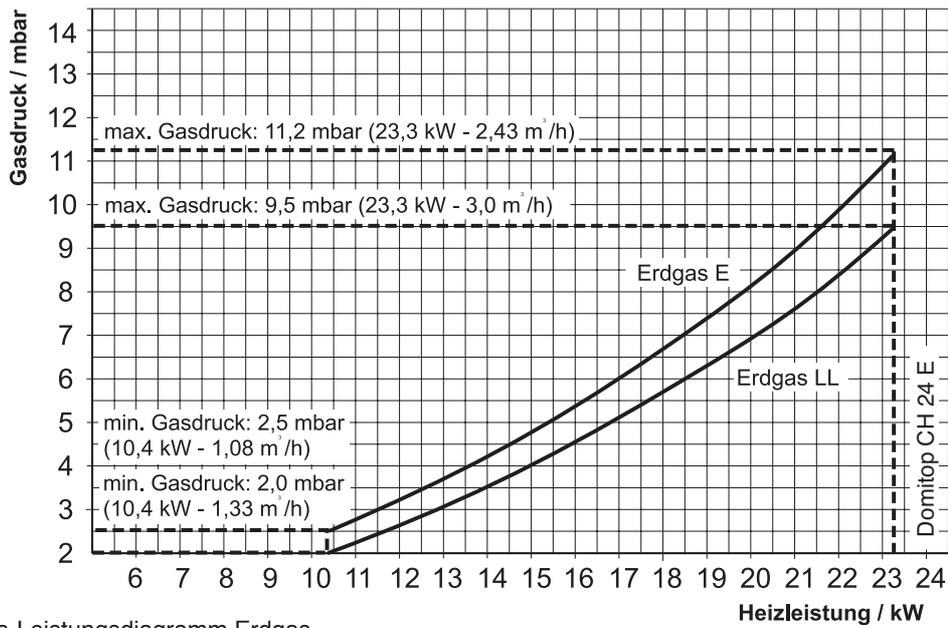
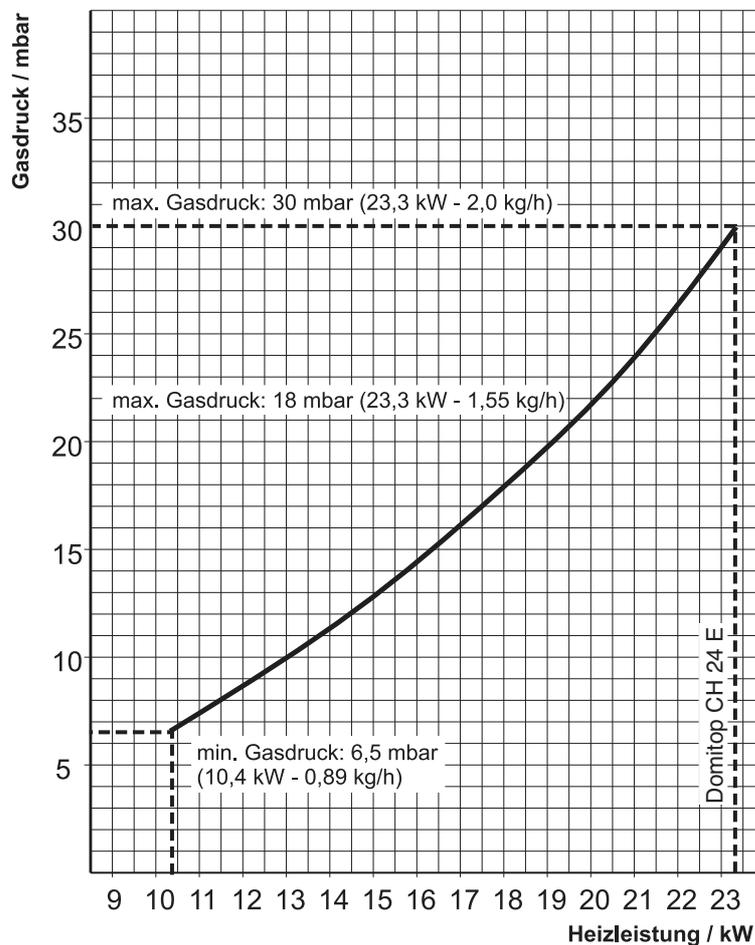

Abb. 5.9 Gas-Leistungsdiagramm Erdgas
Abb. 5.10 Gas-Leistungsdiagramm Flüssiggas
- Messen Sie den **Gasfließdruck** am Gaseingangsmessstutzen (A) **Er muß zwischen CH 18 und 25 mbar liegen.**
- Schließen Sie Ihr Druckmessgerät am Gas-Ausgangsmessstutzen an (B).
- Ziehen Sie den Schlauch vom Luftdruckmessstutzen (F).
- Entfernen Sie die Abdeckschraube (C).
- Stellen Sie entsprechend Diagramm Abb. 5.9 bzw. Abb. 5.10 den minimalen Gasdruck langsam an der Einstellschraube (D) ein. Der Gasdruck wird durch Drehen im Uhrzeigersinn reduziert und entgegen dem Uhrzeigersinn erhöht.
- Stellen Sie entsprechend Diagramm Abb. 5.9 bzw. Abb.5.10 den maximalen Gasdruck langsam an der Einstellschraube (E) ein. Der Gasdruck wird durch Drehen in Uhrzeigersinn erhöht und entgegen dem Uhrzeigersinn reduziert.
- Stecken Sie den Schlauch wieder auf den Luftdruckmessstutzen (F), montieren sie die Abdeckschraube (C) und verschließen Sie die Meßstutzen A+B.